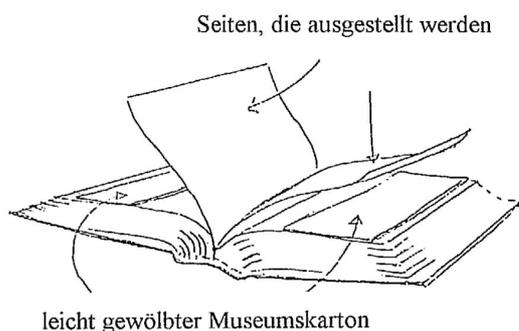

Abb. 29
Man schneide vier gleich grosse Stücke zweilagigen Museumskartons zu, dessen Laufrichtung parallel zum Fusschnitt verläuft und klebe je zwei Paare zusammen. Nach dem Trocknen sollten sich die Kartonstücke leicht gewölbt haben. Man schneide nun die Kartonstücke auf die genaue Höhe der auszustellenden Buchseiten zu, sodass sie unter den ausgestellten Seiten nicht hervorschauen. Die Breite schneide man so zu, dass sich die Seiten im Falzbereich noch biegen können (siehe Abb. 29). Dies entspricht in der Regel ca. 3/4 einer Buchseite .
6. Man befestige nun die beiden auszustellenden Blätter mit schmalen Polyethylenstreifen an den Seitenrändern. Diese eignen sich besonders gut, da sie weicher sind als Polyester und weniger reflektieren. Man fixiere diese auf dieselbe Art wie die Polyesterfolien (Abb. 29, 30).